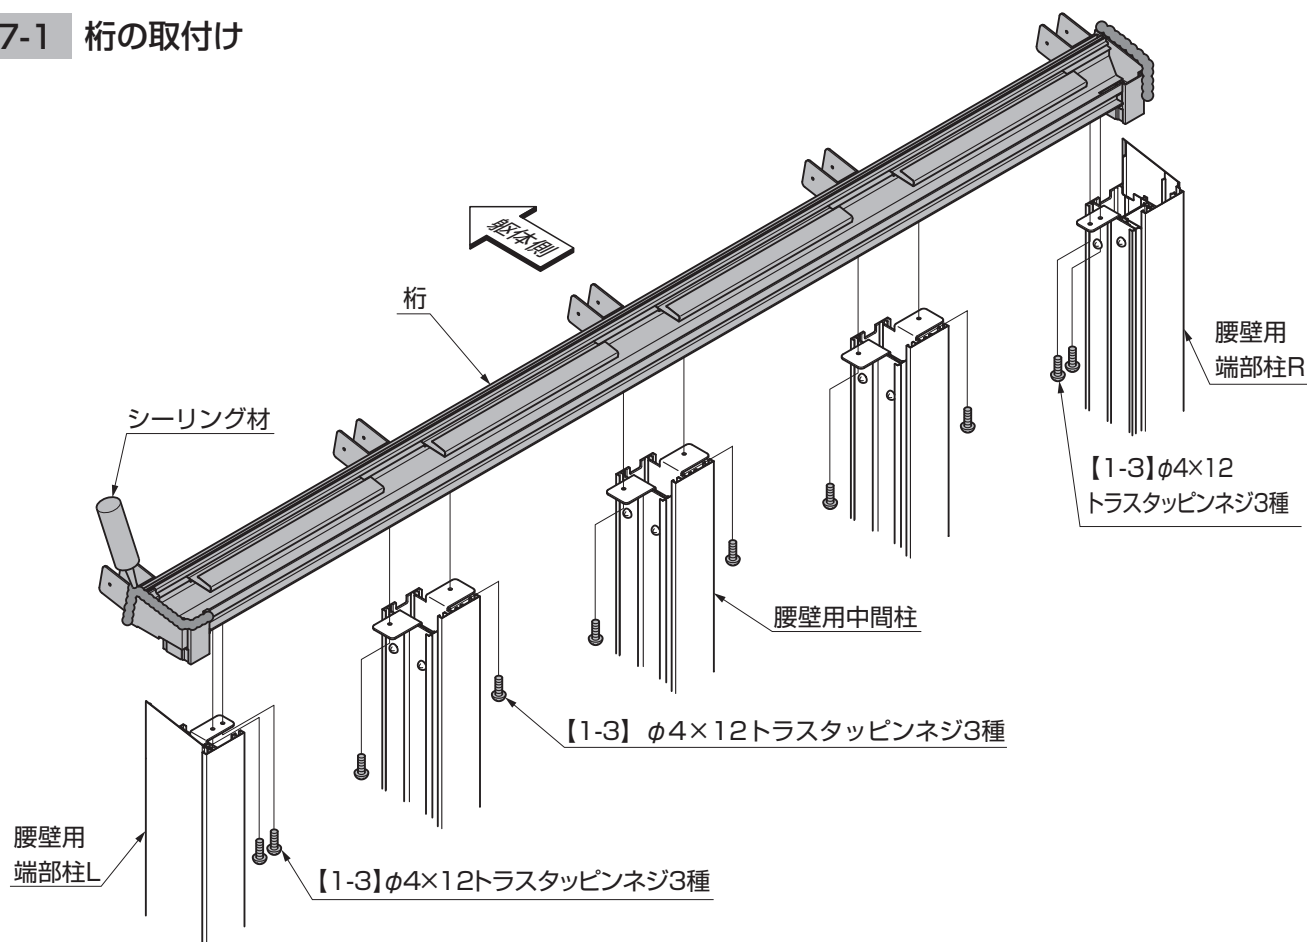

図7-1
- ①桁を腰壁用端部柱、腰壁用中間柱に、【1-3】で取付けてください。
- ②桁の端部をシーリングしてください。(図7-1参照)